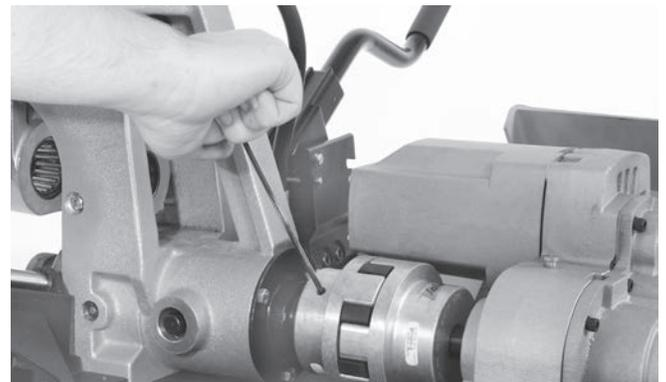

Figura 24 – Afloje los dos tornillos en el acoplamiento de la transmisión
1. Con la llave hexagonal de 3/16", afloje los dos tornillos en la mitad delantera del acoplamiento de la transmisión (Figura 24).
3. Con la llave hexagonal de $\frac{3}{16}$ " , afloje los dos tornillos en la parte delantera del acoplamiento de transmisión (Figura 24).